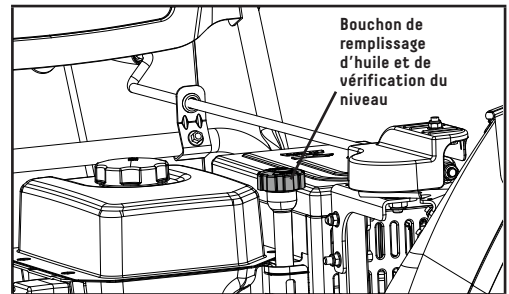

Figure 15A
2. Retirez la jauge de niveau d'huile et essuyez-la (figure 15A).